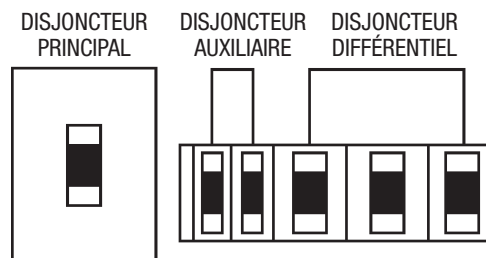

**Figure 57. Disjoncteurs (Arrêt)
1. Placer les disjoncteurs **PRINCIPAL, GFCI et DE CHARGE** comme indiqué dans la Figure 57 à la position d'arrêt **OFF**.